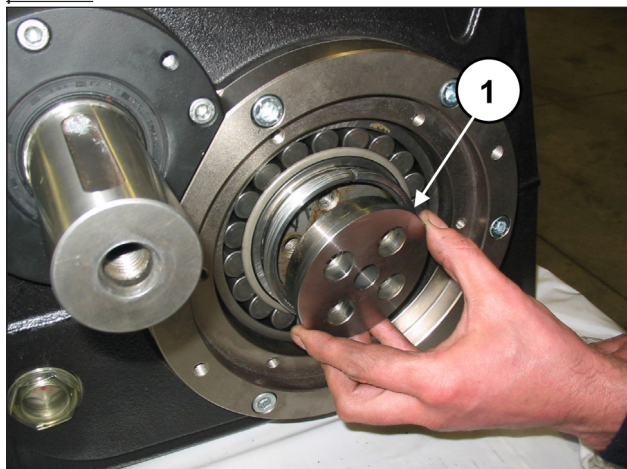

Fig. 79
Insira o flange de bloqueio do casquilho no interior dos casquilhos cônicos (pos. ①, Fig. 79).